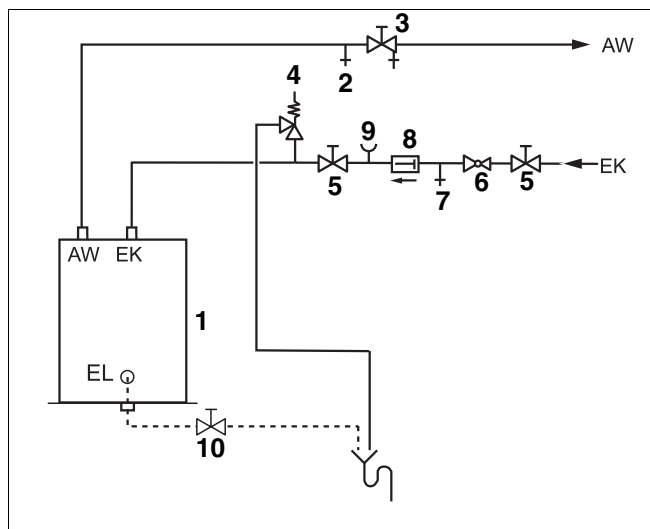

Fig. 9 Installation selon DIN 1988 (schéma de principe)
- ▶ Vidanger le préparateur d'ECS en fermant la vanne d'arrêt de l'entrée d'eau froide EK et en ouvrant le robinet de vidange EL (fig. 9, page 12). Pour l'aération, ouvrir la vanne d'aération ou le robinet situé au point le plus élevé.